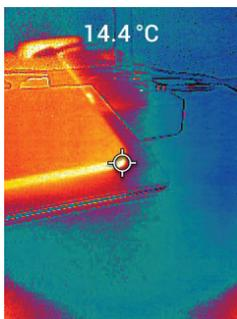

Figure 4.1 Image thermique et visible combinée (MSX®)
6. La valeur de température affichée représente la mesure du point cible. Voir **Figure 4.1**.